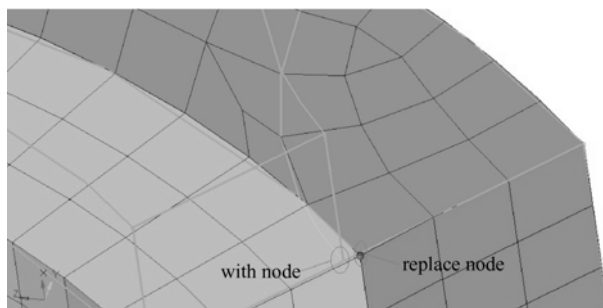

图 5-87 选择边上所示单元节点
- (1) 进入 3D>replace 面板。
- (2) 激活 relace: node 选择器, 选择如图 5-87 所示单元节点。
- (3) 激活 with: node 选择器, 拖动鼠标指针选择如图 5-87 所示边, 再选择边上所示单元节点。
- (4) 单击 return 按钮。